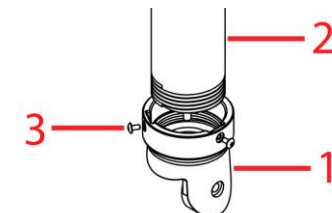

Abbildung 7
- Platzieren Sie den Adapter für die Abhängevorrichtung/den Mast (1) (Abbildung 7) auf ein Standard-1 ½-Zoll-Wasserrohr (Außengewinde) (2) (Abbildung 7) und bringen Sie die beiden M3x0,5P-Schrauben (L = 6mm) mit einem T10-Sicherheitstorschlüssel an den Abhängevorrichtungsmontageadapter an.